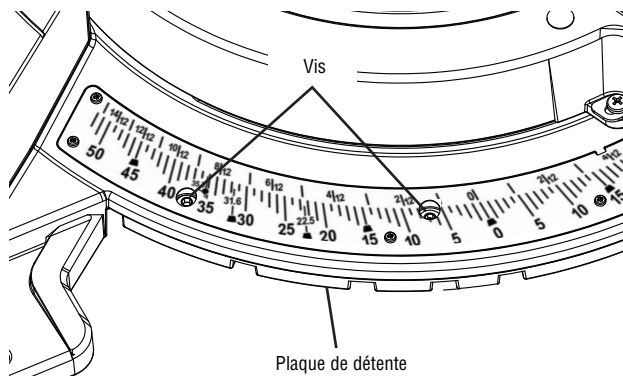

Figure 18
2. Localisez quatre trous ronds dans la plaque de l'échelle d'onglet. Il y a une vis dans chaque trou. Utilisez la petite extrémité de la clé hexagonale de 6/4 mm ou d'un clé hexagonale de 4 mm pour desserrer toutes les quatre vis d'un à deux tours. Ceci desserrera la plaque de détente d'onglet (voir Figure 18).